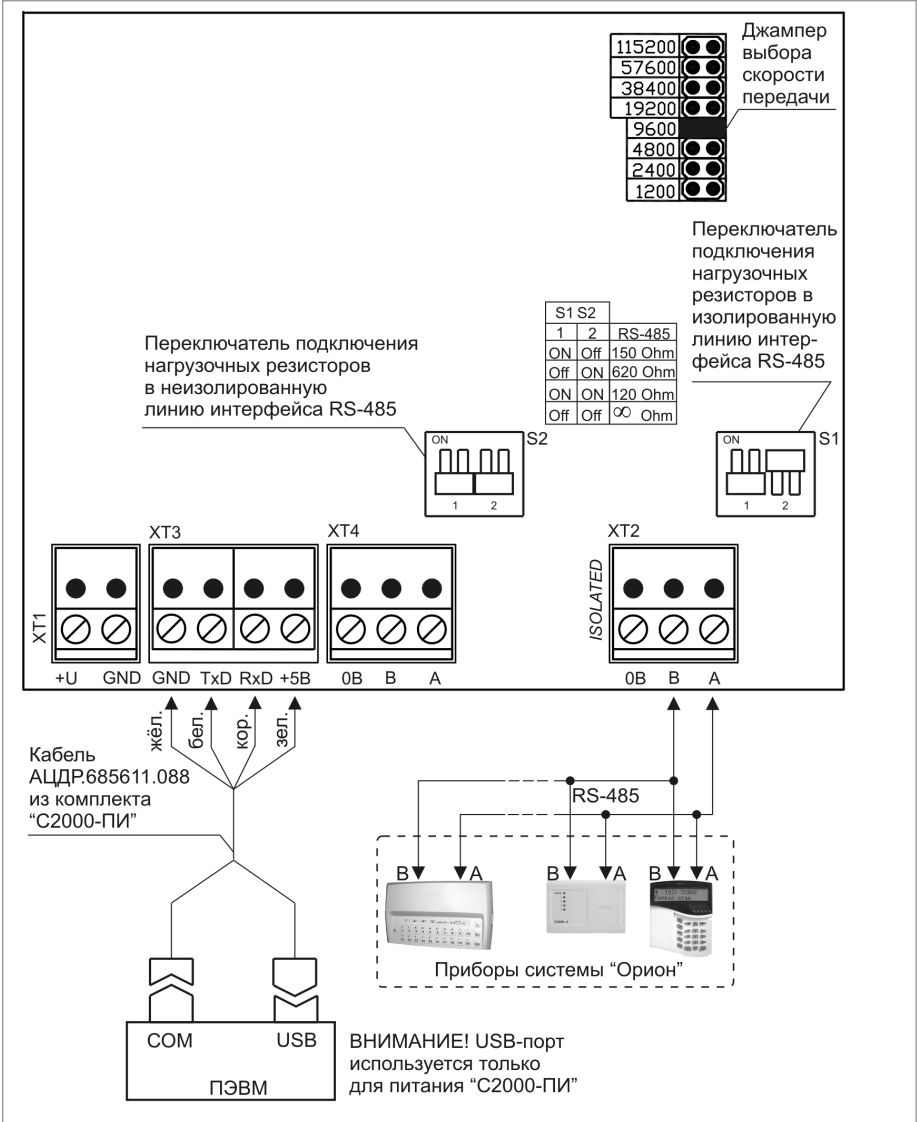

Рисунок 3. Схема внешних соединений «С2000-ПИ» в режиме преобразователя интерфейсов RS-232/RS-485
- 1.3. Подключите преобразователь в соответствии с проектной документацией и схемой на рис. 3.
- в режиме преобразователя интерфейсов RS-232/RS-485 (см. рис. 3),